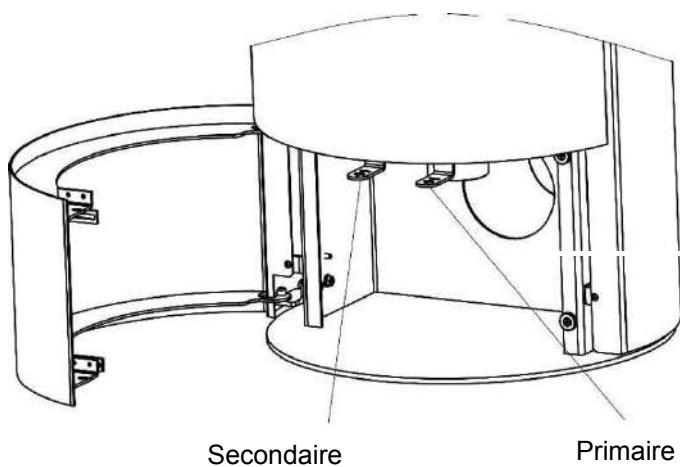

Figure 2
- 2) Ouvrir l'air primaire à 100% (voir figure 2).